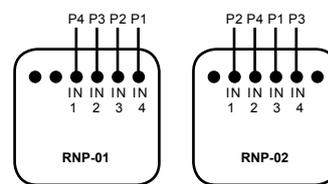

Fig. 1
- Fig. 1 viser knapperne numre for senderne RNP-01/RNP-02 - De har samme programmering som P-257/4 og RNK-04